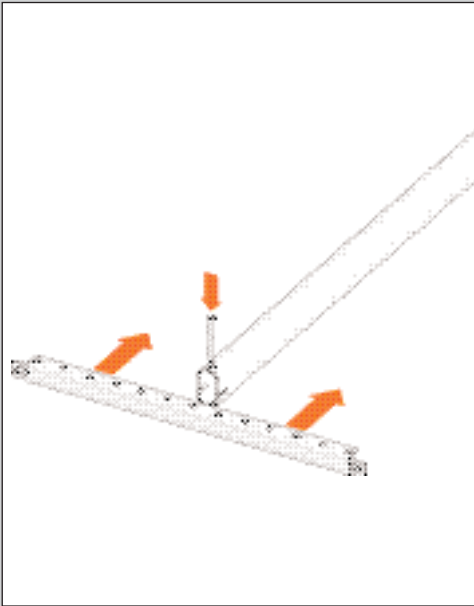

ABBILDUNG 92
1. Befestigen Sie die Kleiderstange mit dem extralangen Tragstift (4,2 cm) am mittleren Loch der Traverse (siehe Abb. 92).